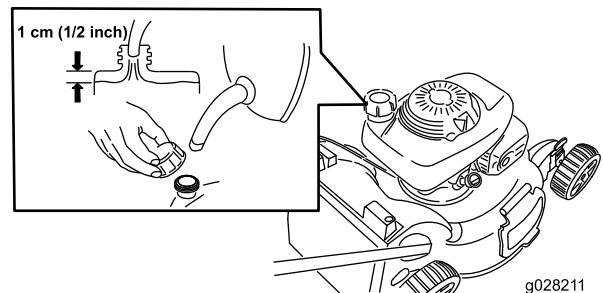

Bild 15
1. Reinigen Sie den Bereich um den Tankdeckel und nehmen den Deckel ab (Bild 15).